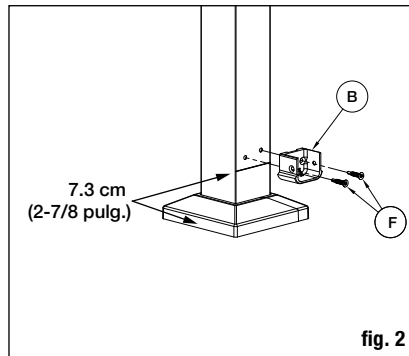

fig. 2
Paso 4: Mida una altura de 7.3 cm (2-7/8 pulg.) de la superficie de la terraza y haga una marca en el poste. Coloque la parte inferior de la base del soporte inferior (B) sobre la marca, centrada en el poste como se muestra. Marque los lugares de los dos agujeros. Taladre agujeros guía en esos lugares con una broca de 3 mm (1/8 pulg.) Fije la base del soporte con (2) tornillos #10 x 2.5 cm (1 pulg.) (F). Repita con la otra base de soporte en el poste del extremo opuesto (**fig. 2**).